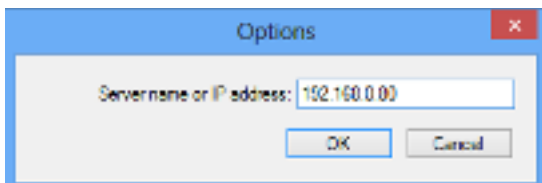

рисунок 59.3: Окно настроек
- 1 Перейдите *File > Options*. Отобразится экран, подобный экрану, изображенному на рисунок 59.3.